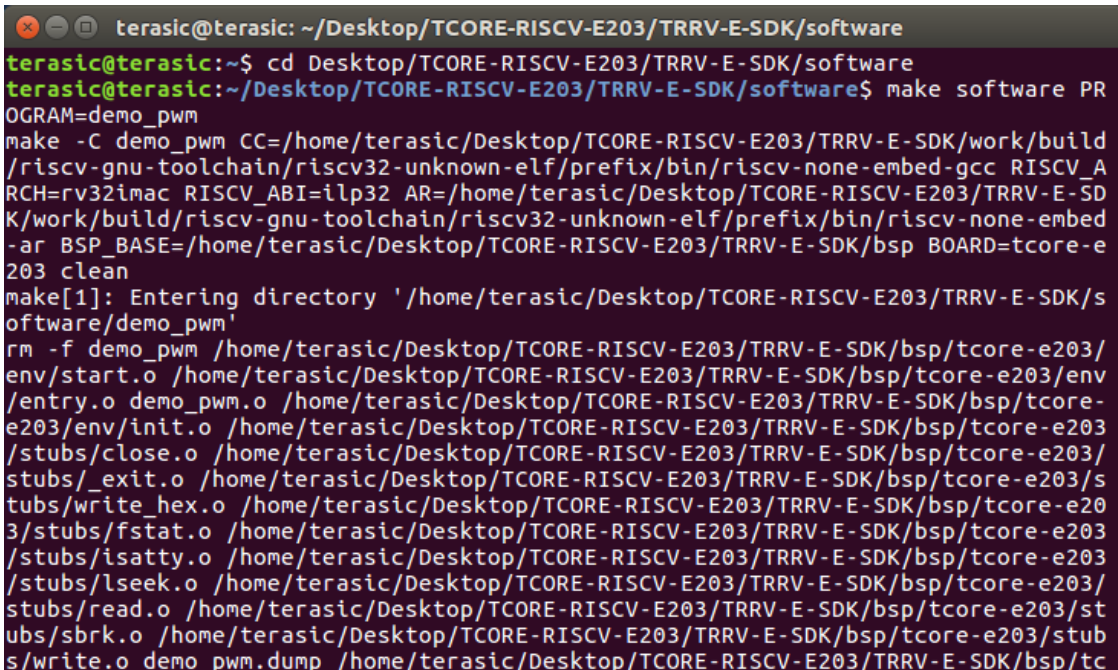

图4.1.1 编译应用程序
1. 使用 Linux 命令 "cd" 切换当前目录至工程路径 "~/Desktop/TCORE-RISCV-E203/TRRV-E-SDK/software", 然后, 执行 "make software PROGRAM=demo\_pwm" 命令编译应用程序。如图 4.1.1 所示。